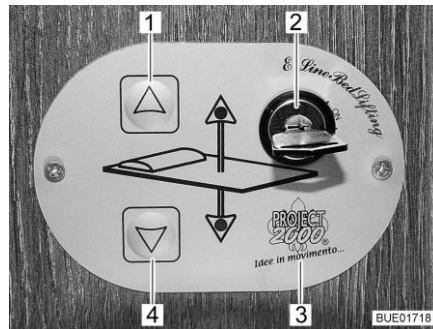
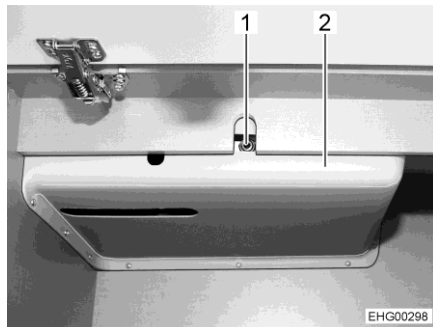

Bild 153 Kontrollenhet
Bild 157 Åtkomst till drivenheten
Med knapparna (Bild 153,1 och 4) på kontrollenheten (Bild 153,3) sänks och lyfts den höjbara sängen. Med nyckelbrytaren (Bild 153,2) säkras kontrollenheten mot obehörig användning.
- Vrid nyckeln i nyckelbrytaren (Bild 153,2) 90° medurs. Kontrollenheten (Bild 153,3) är aktiverad.
- Tryck på pilknappen (Bild 153,4) och håll den så länge intryckt till den höjbara sängen sänks ned till önskad position.
- Tryck på pilknappen (Bild 153,1) och håll den så länge intryckt till den höjbara sängen lyfts fram till gränsställningen.
Om den höjbara sängen inte längre kan flyttas med pilknapparna (Bild 153,1 och 4) kontrollera först säkringen bakom panelen (Bild 157,2) (se avsnitt 9.10.1). Om säkringen är OK och den höjbara sängen ändå inte kan röras, manövrera den höjbara sängen manuellt.
- Stick den medföljande veven eller insexnyckeln i hållaren vid motorn (Bild 157,1).